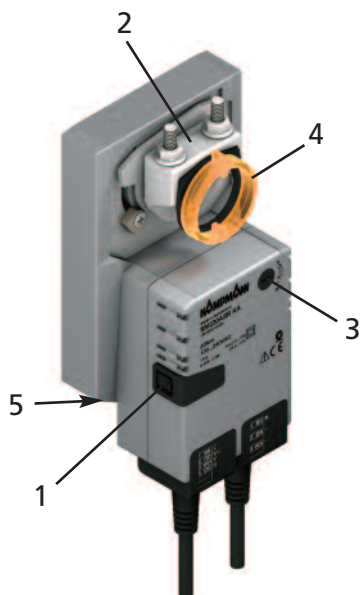

Abb. 1
- Getriebe des Steckmotors durch Drücken des Entriegelungsknopfes (1) ausrasten und Klemmblock (2) im Uhrzeigersinn bis zum Anschlag drehen, so dass die Steckmotor-Stellungsanzeige (4) auf „1“ steht (s. Abb. 1).
- Um ein sicheres Schließen der Klappe bzw. der Jalousie zu garantieren, den Klemmblock (2) einen halben Teilstrich gegen den Uhrzeigersinn zurückdrehen.
- Steckmotor mit der rückwertigen Auskerbung (5) in den Stehbolzen (7) der Halterung (6) einhaken und auf die Drehachse montieren
- Muttern des V-Bügels vom Klemmblock (2) festziehen; dabei darauf achten, dass die Mischluftklappe bzw. Jalousie in der Endstellung „Zu“ (geschlossen) steht, ggf. festhalten.